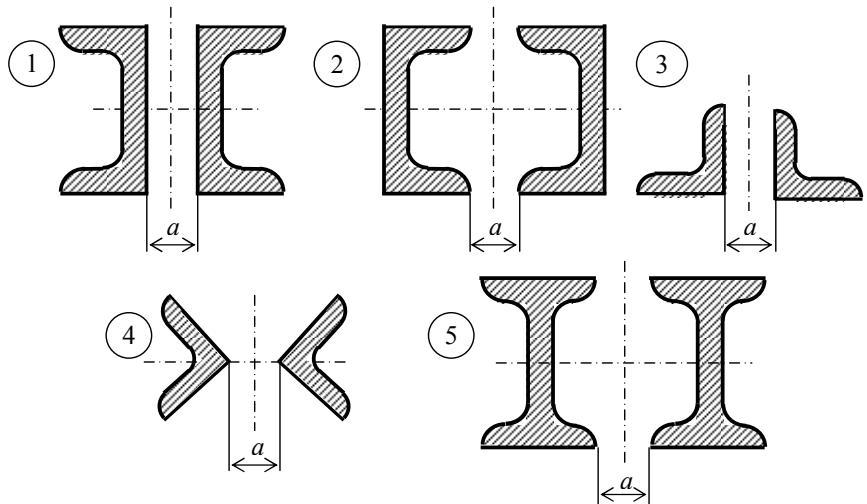
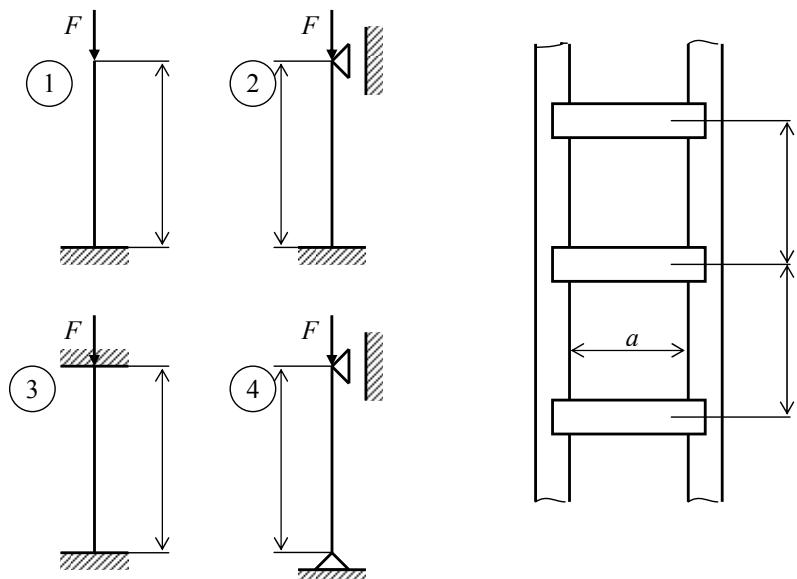

Рис.7
Рис. 8
Стрежень длиной  $l$  сжат силой  $F$ . Поперечное сечение стрелки состоит из двух стандартных профилей (рис. 7), соединенных между собой так, что их совместная работа, как единого стрелки, обеспечена. При заданном способе закрепления концов стрелки (рис. 8) требуется:
3) определить расстояние  $h$  (рис. 8) между планками соединительной решетки.